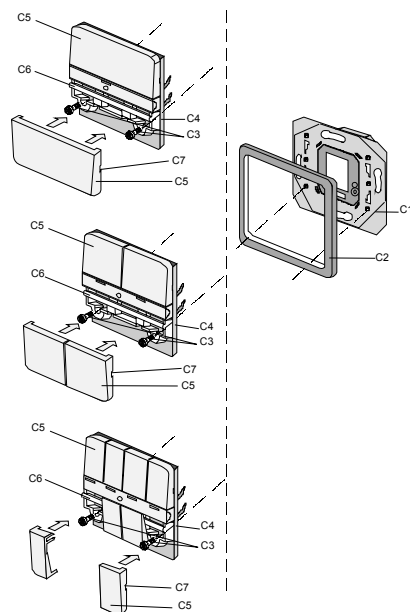

Bild 3: Montager Reihenfolge
- Den Taster (C4, Bild 3) komplett mit dem Rahmen (C2) von dem Busankoppler UP (C1) abziehen: